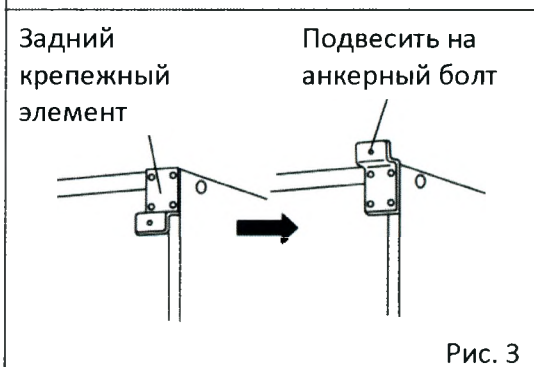

Рис. 3
2) Снимите крепежные элементы, поверните на 180° и снова установите их (Рис. 3).
3) Подвесьте задний крепежный элемент на анкерный болт, используя отверстие в крепежном элементе (Рис. 3).